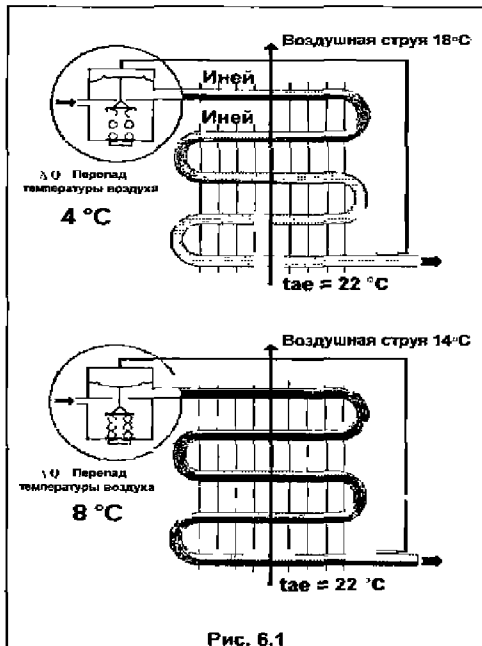

Рис. 6.1
**На рис.6.1 представлены два предельных варианта заполнения испарителя, между которыми при настройке перегрева необходимо выбрать разумный компромисс.** 6